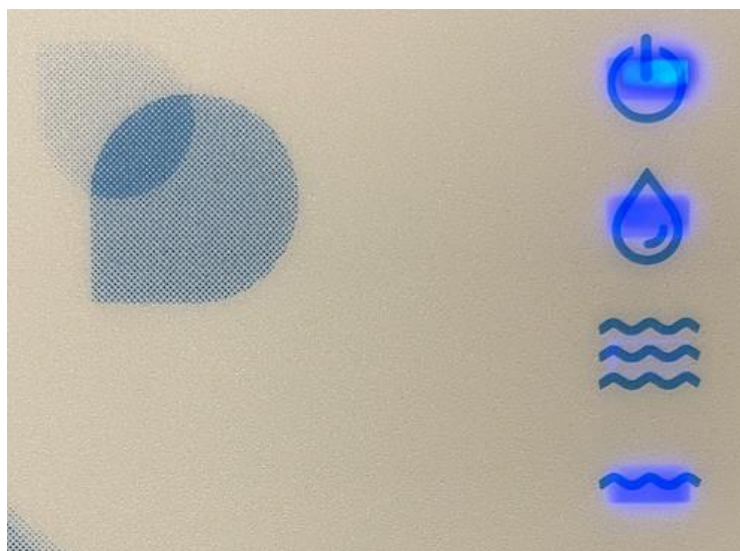

Figura 3 – Estado Ligado Nível Mínimo e Enchimento
ii. **Nível Baixo** – o nível é considerado baixo quando a água estiver abaixo da sonda MIN. Nesta situação a bomba de circulação é inibida e acionada a electroválvula (EV) para encher a piscina. No ecrã aparece o sinal de nível baixo e a indicação de enchimento (figura 3). Quando o nível de água atingir a sonda NORMAL, a electroválvula pára e a bomba de circulação é desinibida.